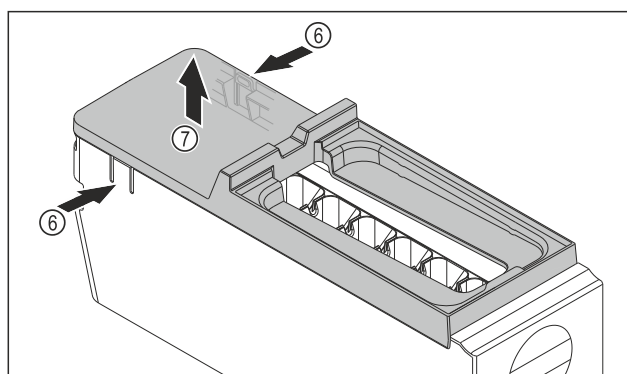

Fig. 77
- ▶ Retirer le couvercle du corps de l'EasyTwist-Ice : D'une main, pousser les languettes Fig. 77 (6) des deux côtés du corps de l'EasyTwist-Ice.
- ▶ De l'autre main, retirer le couvercle Fig. 77 (7) vers le haut.